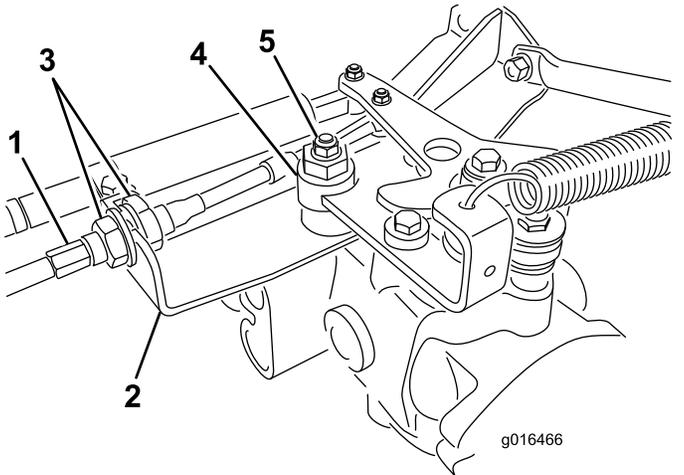

Bild 46
- A. Lösen Sie beide Klemmmuttern, mit denen der Fahrtriebs-Bowdenzug am Schott am Hydrostat befestigt ist (Bild 46). Achten Sie darauf, dass die Klemmmuttern gleichmäßig gelockert sind und eine ausreichende Einstellung ermöglichen.
Hinweis: Lösen Sie die Mutter, mit der der Exzenter oben am Hydrostat befestigt ist (Bild 46).
- E. Ziehen Sie die Mutter fest, wenn sich das Rad nicht mehr dreht, um den Exzenter und die Einstellung zu arretieren (Bild 46).
ist, gleichmäßig von der Innenseite des Schotts fest (Bild 46). Verdrehen Sie nicht den Bowdenzug.